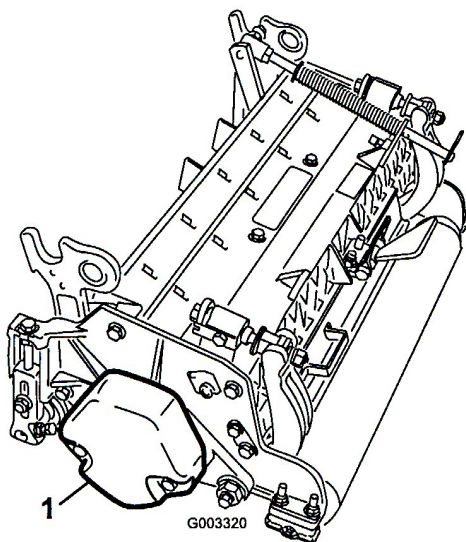

図 6
1. 2 番、4 番、6 番カuttingユニットでは、カウンタ・ウェイトをカuttingユニットの左側に固定しているキャップスクリュー(2 本)を取る。カウンタ・ウェイトを取り外す（図6）。